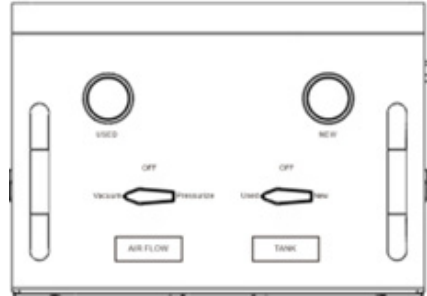

Fig 6.
3. Na panelu przekręcić lewy zawór „PRZEPŁYW POWIETRZA” do pozycji „Podciśnienie”, a prawy zawór „ZBIORNIK” do pozycji „Zużyty” (Rys. 6), otworzyć zawór na węży zużytego płynu (przezroczysty) (Rys. 7). Następnie otworzyć zawór powietrza warsztatowego, a podciśnienie do -20inHg zostanie wytworzone zarówno w używanym zbiorniku, jak i w pojeździe, a środek zapobiegający zamarzaniu zacznie przepływać z pojazdu do używanego zbiornika urządzenia. Węże pojazdu opadną.